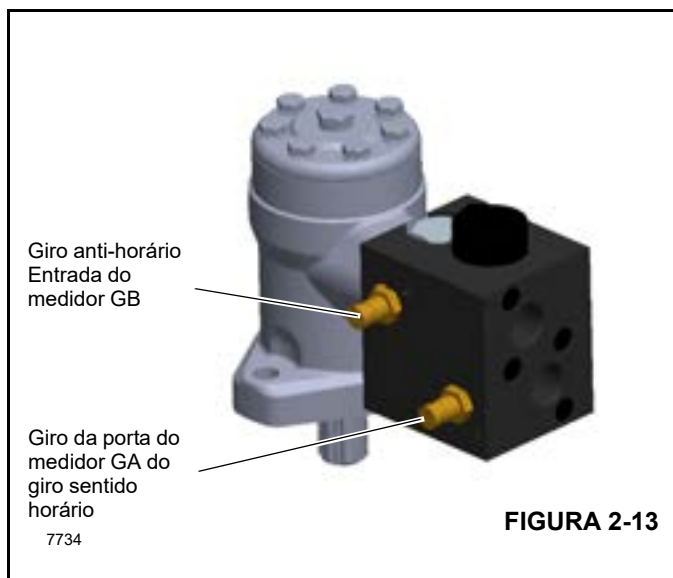

FIGURA 2-13
- Instale um manômetro de mínimo de 345 bar (5000 psi) na entrada do medidor GA ou GB no coletor do motor hidráulico (Figura 2-13).